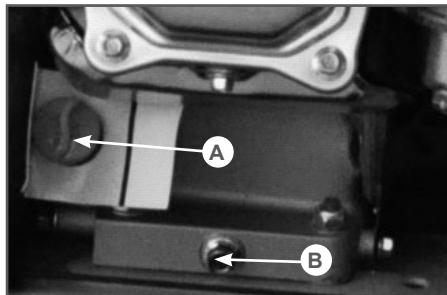

Рис.25
Открутите пробку для слива масла (A) Рис.25. Извлеките крышку/щуп (B) из маслозаливной горловины. Полностью слейте масло. Закрутите сливную пробку. Залейте чистое рекомендованное масло до необходимого уровня. Установите крышку/щуп в маслозаливную горловину.